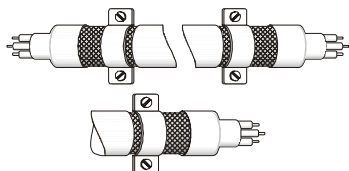

图 2
4. 电机线的隔离铜网与金属板的连接方式需正确，应将电机线两端的隔离铜网使用 U 型金属配管支架与金属板固定，正确连接方式请见图 2。